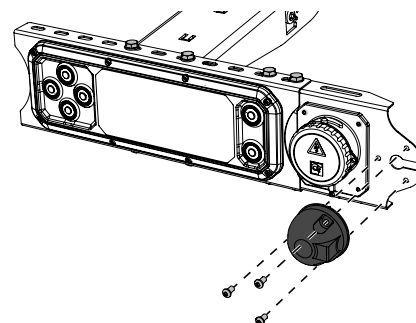

Bild 49. Montering av kontakt för handhållet manöverdon CD 18.
5. Om bakgavellyften ska utrustas med handhållet manöverdon CD 18, montera dess kontakt på fästet, se Bild 49.